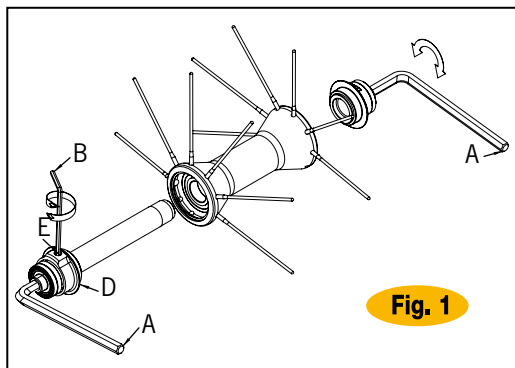

Fig. 1
- Dévisser la vis pointeau (E) avec une clé 6 pans (B) (Fig.1).